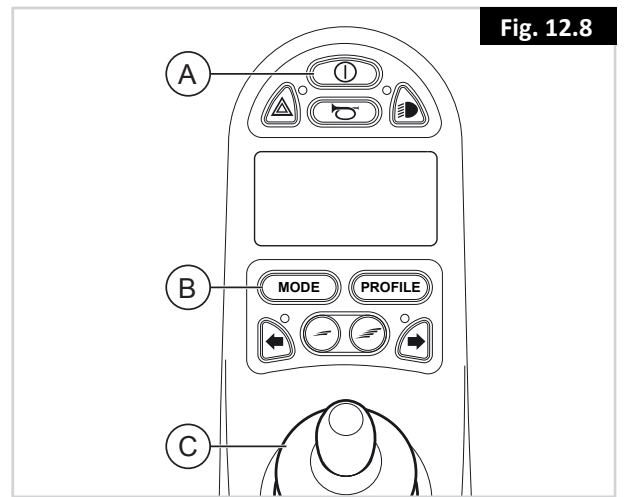

Fig. 12.8
1. Ligue o comando (A na Fig. 12.8)